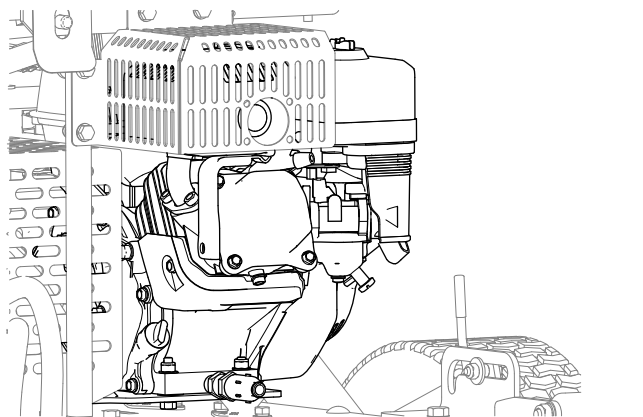

Figura 41
4. Elimine la suciedad y los residuos del motor y de las aletas de refrigeración del motor (Figura 41).